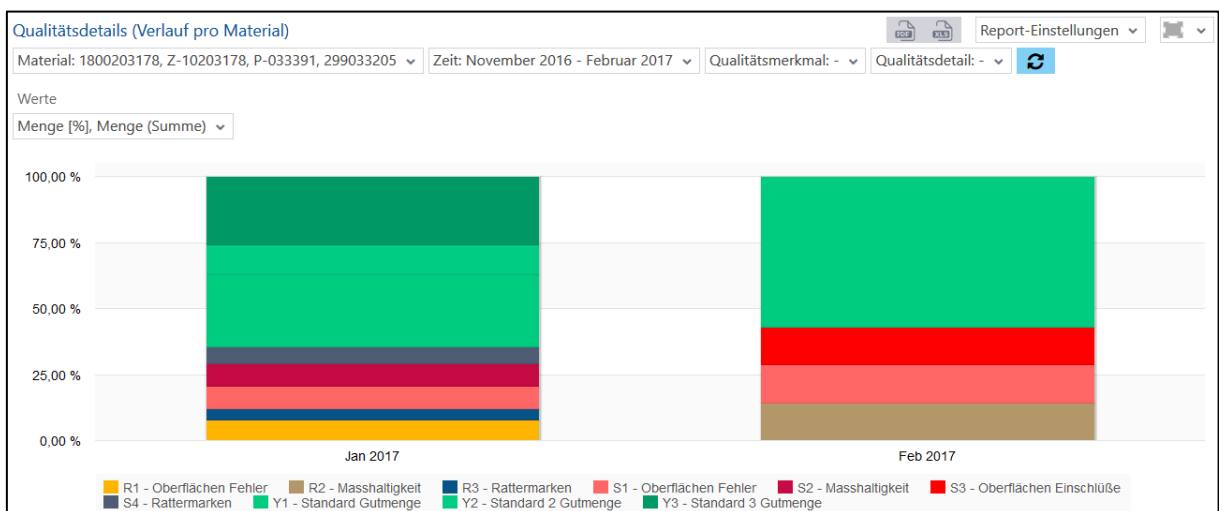

Bild 113: Qualitätsdetails (Verlauf pro Material) als Säulendiagramm
- Qualitätsdetails (Verlauf pro Material) als Säulendiagramm (Bild 113):